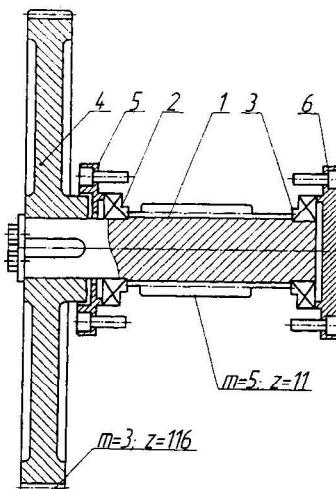

Рис. 7 Вал промежуточный
6.3.3. Вал промежуточный 1, выполненный в виде вал-шестерни (рис.7), служит для понижения вращательного движения от ведущего вала к колесу с эксцентриковой ступицей и установлен в радиально-упорных роликовых подшипниках 2 и 3. На конце вала установлено колесо зубчатое 4, находящееся в постоянном зацеплении с ведущей вал-шестерней, а сам вал 1 находится в зацеплении с колесом ножниц. В станине вал зафиксирован крышками 5 и 6.